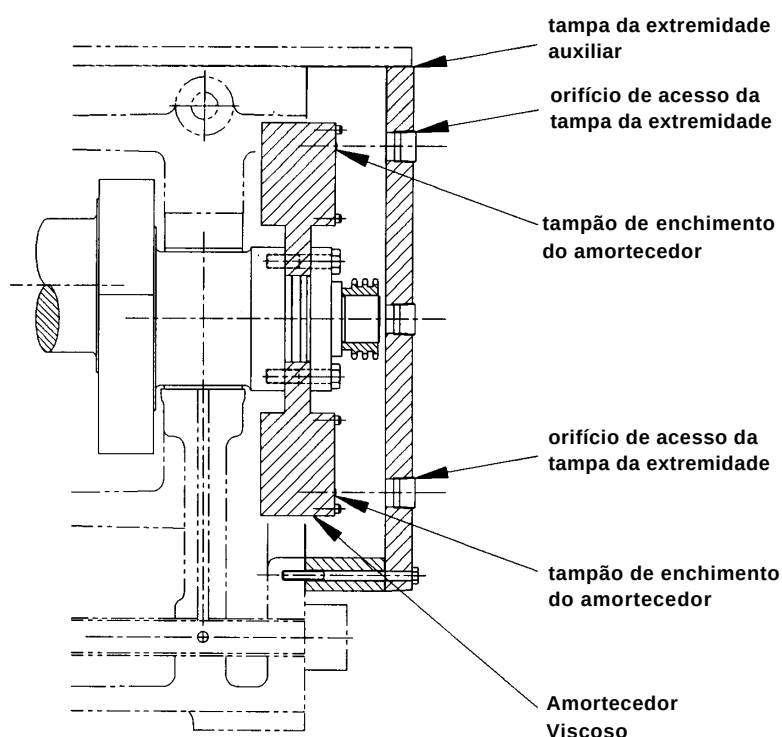

FIGURA 5-10 AMORTECEDOR VISCOSO
4. Retire o espaçador ou amortecedor viscoso, se houver. OBSERVAÇÃO: Tais itens podem ser retirados com o virabrequim se necessário. Mas é necessário ter especial cuidado com eles (vide Figura 5-10, página 5-16).